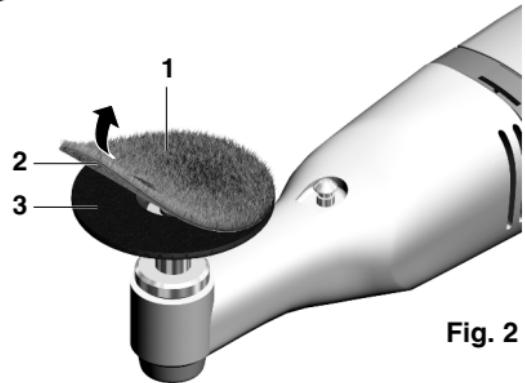

Fig. 2
5.1 Der Gummistützsteller mit Klett-Schnellbefestigung (Fig. 2)